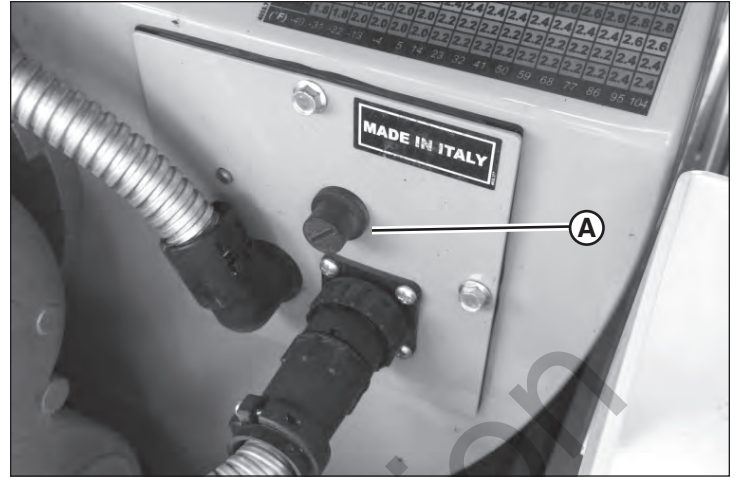

Figura 41
3. Restablezca el calentador. Destornille la cubierta plástica (A, Figura 41) que protege el botón de restablecimiento en la parte posterior del calentador. Mantenga presionado el botón de restablecimiento durante 5 segundos. Vuelva a instalar la cubierta protectora.